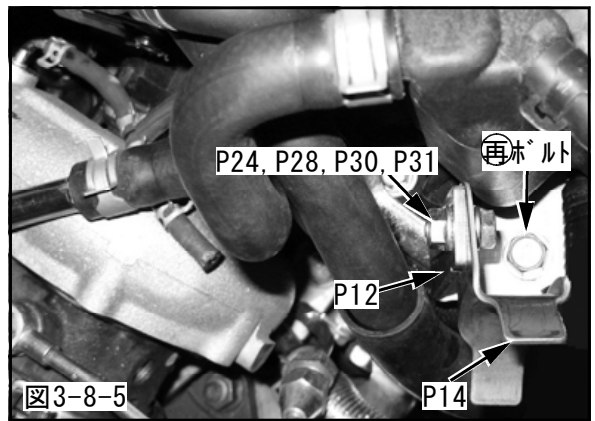

図3-8-5
- (5) アウトレットパイプステーとパワーフローステーφ60用を車両へ仮付けしてください。(図3-8-5)